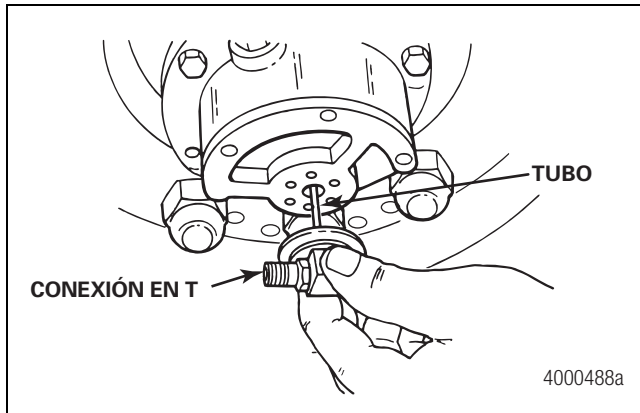

Figura 2.47
- Coloque cuidadosamente el conjunto de conexión en T RECTO dentro de la tapa de la maza para introducir el tubo dentro del estator. Cuando se introduce el tubo en el estator es normal sentir cierta resistencia cuando el tubo entra en contacto con el sello del estator. Figura 2.47.